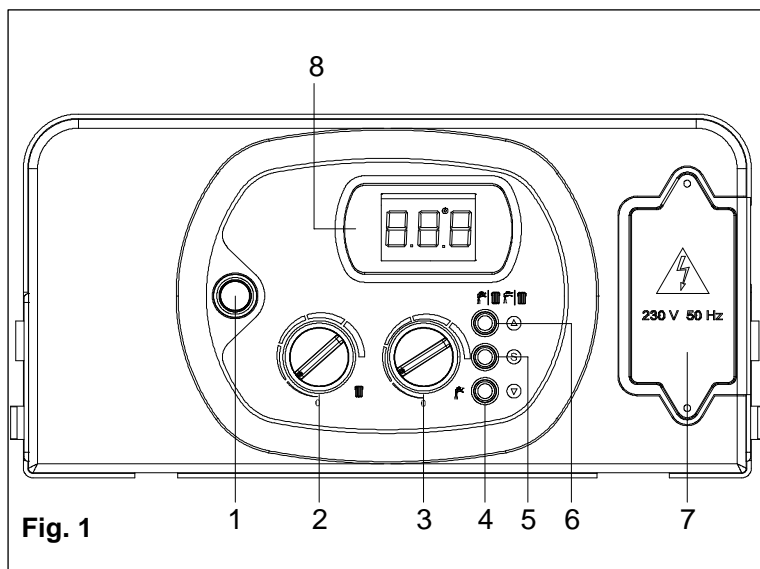

Fig. 1
- mettere l'interruttore **1** in posizione OFF (fig. 1), inserire un manometro nella presa di pressione **2** (fig. 2) accendere la caldaia e controllare i valori di pressione massima e minima di regolazione secondo i valori di riferimento riportati sulla targa gas (per controllare la pressione massima, aprire un rubinetto acqua calda sanitaria e verificare se la pressione massima è uguale a quella di targa; per controllare la minima, chiudere il rubinetto e mettere la caldaia in posizione inverno, il manometro visualizzerà la pressione minima per i primi 10 secondi); se la pressione massima non corrisponde a quella di targa, rifare la regolazione (vedi manuale di taratura);